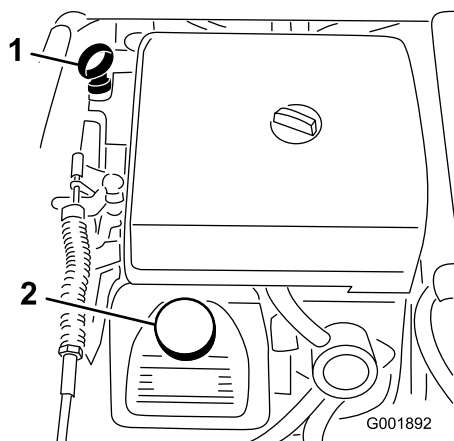

図 20
2. ディップスティックを抜き、ウェスで一度きれいに拭く(図 20)。ディップスティックを、チューブの根元までもう一度しっかりと差し込む。ディップスティックを引き抜いて油量を点検する。
3. 油量が少なければ、バルブ・カバーの上についている補給口(図 20)を開け、ディップスティックの Full マークまでオイルを補給する；オイルの種類や粘度の選択についてはエンジンの整備，41ページ「エンジン・オイルについて」を参照。補給するときは、ディップスティックで確認しながら少量ずつ入れてください。入れすぎないように注意してください。